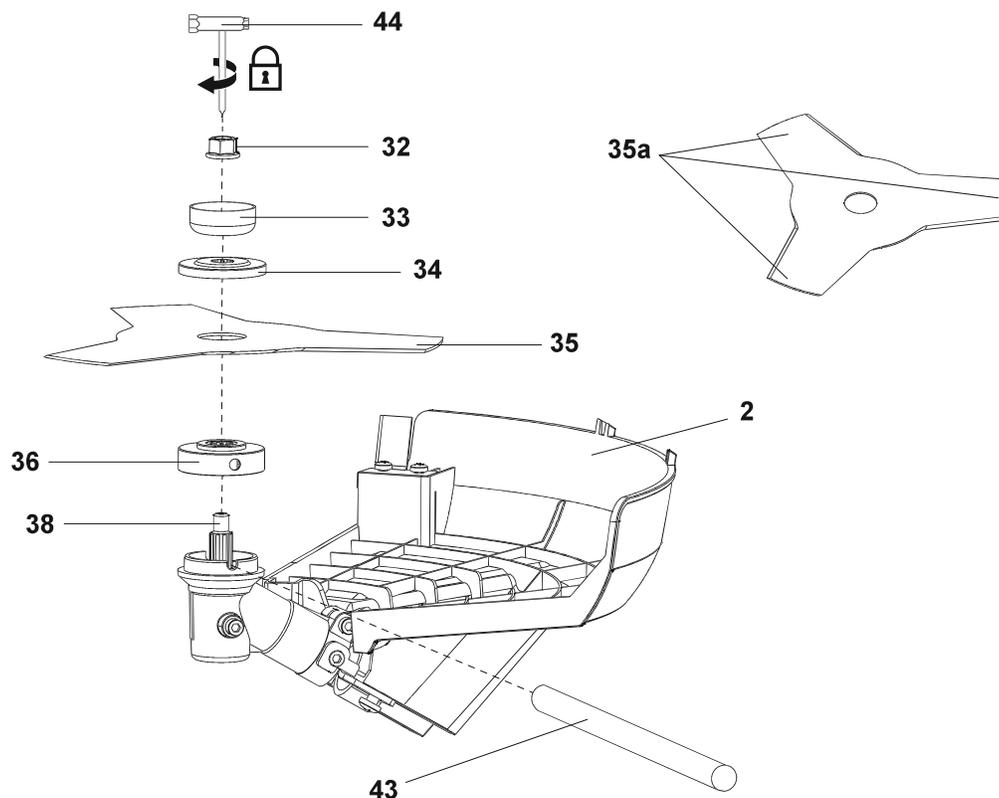

Fig. 5
1. Rode o flange de apoio (36) até que o seu orifício fique alinhado com o entalhe na cabeça da engrenagem (38).
2. Insira a haste de bloqueio do eixo (43) no orifício para bloquear o eixo (37).
3. Desaperte manualmente a cabeça do aparador (1) para a direita e retire-a juntamente com o flange de bloqueio (34).
4. Fixe a lâmina do cortador (35) no eixo (37). Certifique-se de que a lâmina do cortador (35) está montada no anel extrudido no flange de apoio (36). Certifique-se de que o sentido de rotação marcado na lâmina do cortador (35) corresponde com o da proteção (2).
5. Coloque o flange de bloqueio (34) e a anilha côncava (33) na lâmina do cortador (35). Certifique-se de que estão instalados na orientação correta.
6. Fixe a lâmina do cortador (35) através do aperto da porca de bloqueio (32) rodando para a esquerda com a multiferramenta (44) e a haste de bloqueio do eixo (43) fornecidas.
7. Retire a multiferramenta (44) e a haste de bloqueio do eixo (43).
8. Retire os protetores da lâmina (35a) da lâmina do cortador (35) se estes estiverem colocados antes de utilizar (Fig. 5).